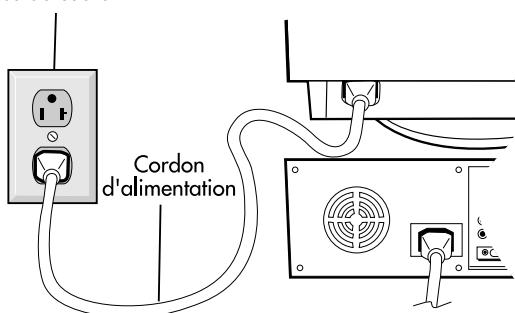

Figure C.1
**REMARQUE :** Pour obtenir un adaptateur de câble MultiSync FE950+MC Macintosh, appeler NEC-Mitsubishi Electronics Display of America, Inc. au (800) 820-1230.
5. Connecter une extrémité du cordon d'alimentation au moniteur MultiSync FE950+ et l'autre extrémité à la prise de courant (**Figure C.1**).